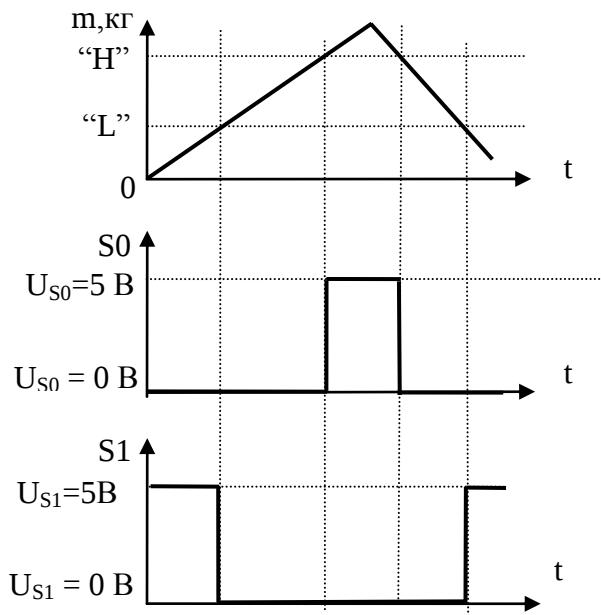
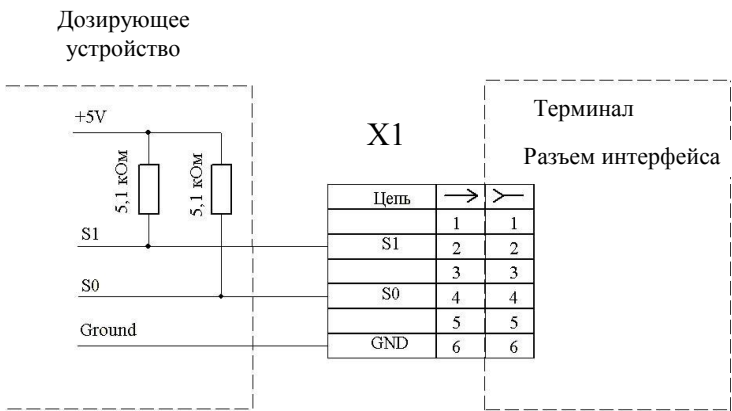

Рис. 8.3
Рис. 8.4
- 8.4.2 Сигналы, формируемые весами в режиме управления дозирующим устройством, приведены на Рис. 8.3. Подключение весов к устройству дозирования, производится через разъем интерфейса терминала. Электрическая схема подключения приведена на Рис. 8.4.